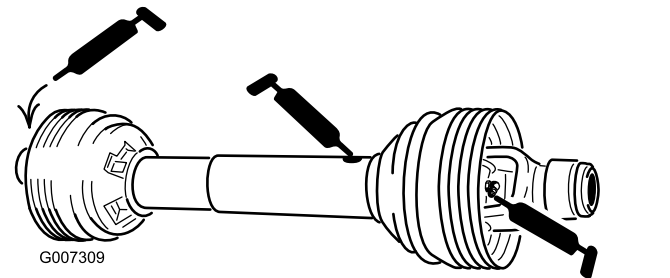

Figura 45
Albero della presa di forza (3) (Figura 45)